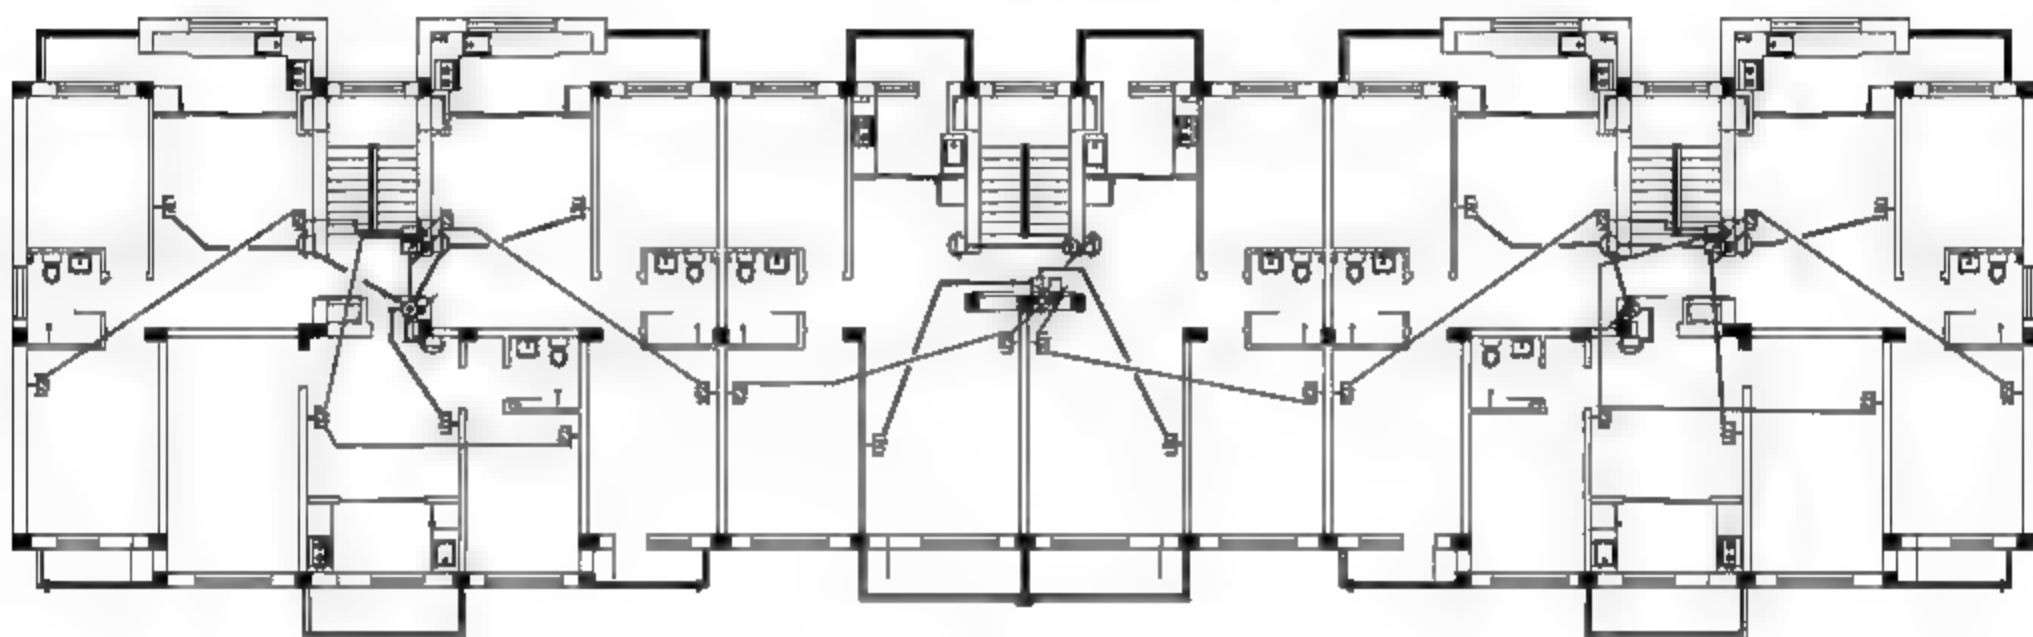

图12-16 绘制结果
**04** 按Enter键，继续调用PL【多段线】命令，分别指定多段线的起点和终点，绘制电视插座、对讲机、分线盒之间的连接线路，结果如图12-16所示。